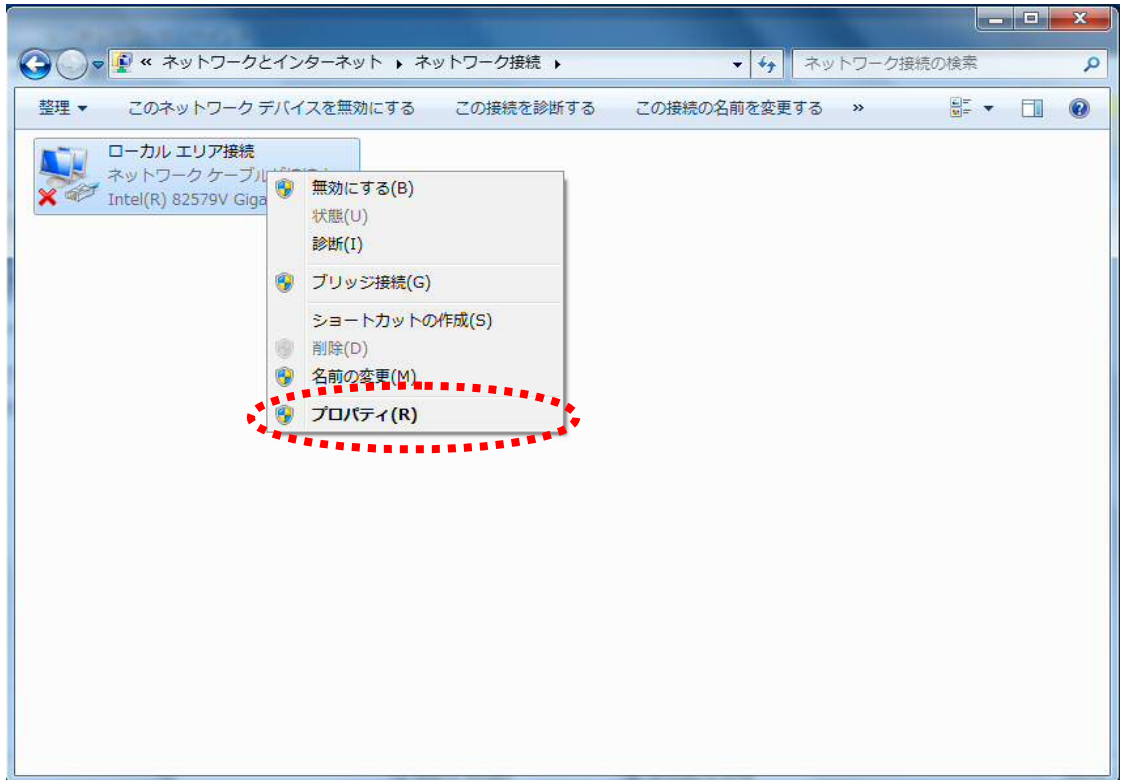

図 4.3 ネットワーク 接続画面
- ④「ネットワーク接続」の画面（図 4.3）が表示されますので、「ローカルエリア接続」のアイコン上で右クリックし、表示されるメニューの「プロパティ（R）」を押してください。